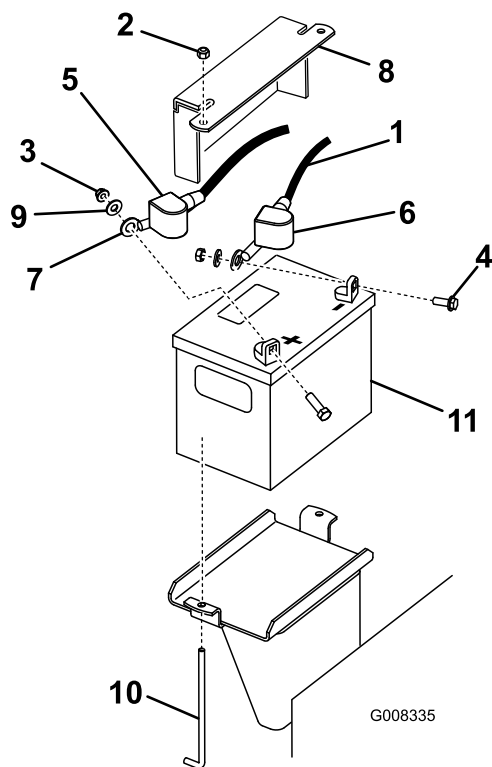

Рисунок 40
3. Снимите с отрицательного кабеля черный резиновый чехол. Отсоедините отрицательный кабель от отрицательной (-) клеммы аккумуляторной батареи (Рисунок 40).
1. Используя ранее снятые крепежные детали, подсоедините положительный (красный) кабель к положительному (+) штырю аккумулятора (Рисунок 40).
3. Используя ранее снятые крепежные детали, подсоедините отрицательный (черный) кабель к отрицательному (-) штырю аккумулятора (Рисунок 40).
4. Прикрепите аккумулятор, используя планку и барашковые гайки (Рисунок 40).